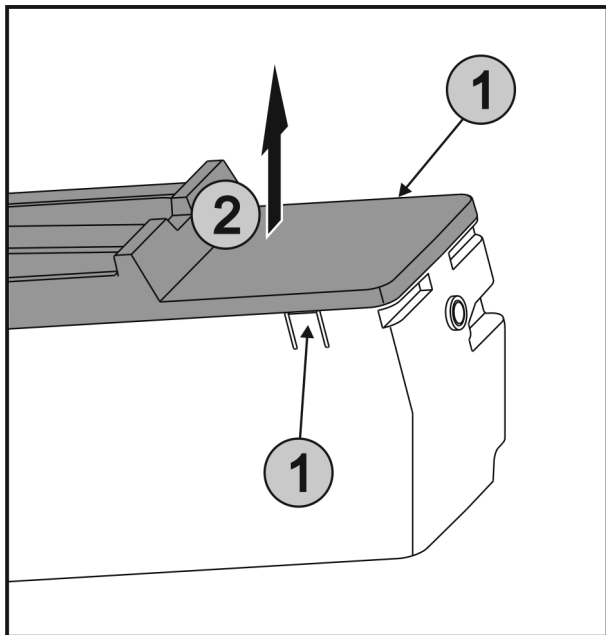

Fig. 48
- Appuyer simultanément sur les languettes Fig. 48 (1) des deux côtés de l'EasyTwist-Ice et retirer le couvercle Fig. 48 (2) vers le haut.